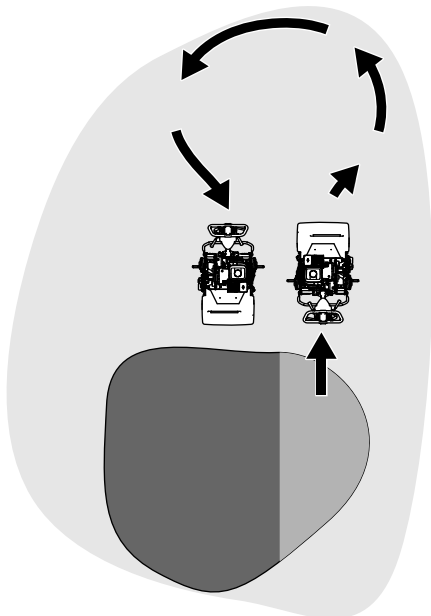

Figura 14
- Gire la máquina fuera del green, elevando el molinete (empujando el manillar hacia abajo) y realizando un giro en forma lágrima sobre el tambor de tracción (Figura 14).
1. Localice la palanca de engranaje de la tracción en la caja de engranajes de la transmisión (Figura 14).